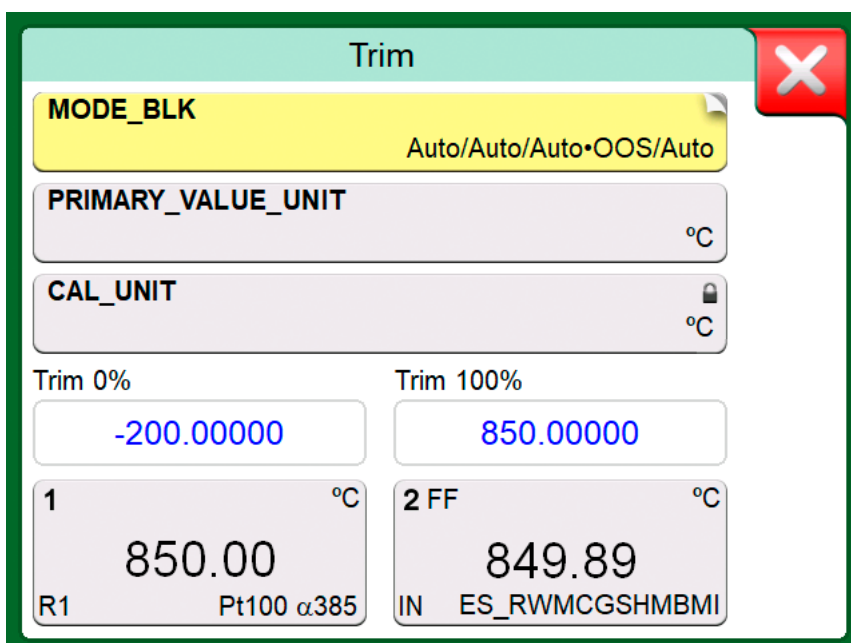

Figura 126: Ejemplo de ventana de ajuste del instrumento Fieldbus
La opción **Iniciar ajustes** del menú abre una ventana similar a la Figura 126: Ejemplo de ventana de ajuste del instrumento Fieldbus en la página 138. La lista de Bloques y Parámetros depende del campo Descripción del Equipo del instrumento. La parte inferior de la ventana tiene áreas donde se muestran las lecturas de entrada (1) y salida (2) del instrumento.